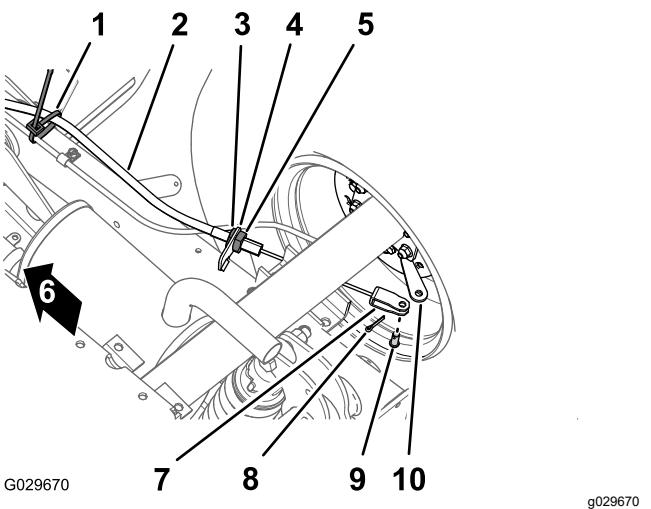

Figura 43
- Na parte inferior da mísseleira, retire a braçadeira que prende o cabo do travão de estacionamento à linha do travão de serviço (Figura 43).
- Marque a faixa de rotação na porca de bloqueio dianteira para o cabo do travão de estacionamento (Figura 43).
- Desaperte a porca de bloqueio traseira e retire o cabo do suporte do cabo dos travões (Figura 43).
- Retire o contrapino e o passador de forquilha que prendem a forquilha para o cabo do travão de estacionamento à alavanca do atuador do travão e afaste o cabo da alavanca (Figura 43).
1. Passe o ajustador roscado do cabo do travão de estacionamento para o suporte do cabo do travão e a forquilha na alavanca do atuador do travão (Figura 43).
3. Alinhe o ajustador roscado do cabo do travão de estacionamento para o suporte do cabo do travão e aperte a porca traseira (Figura 43).